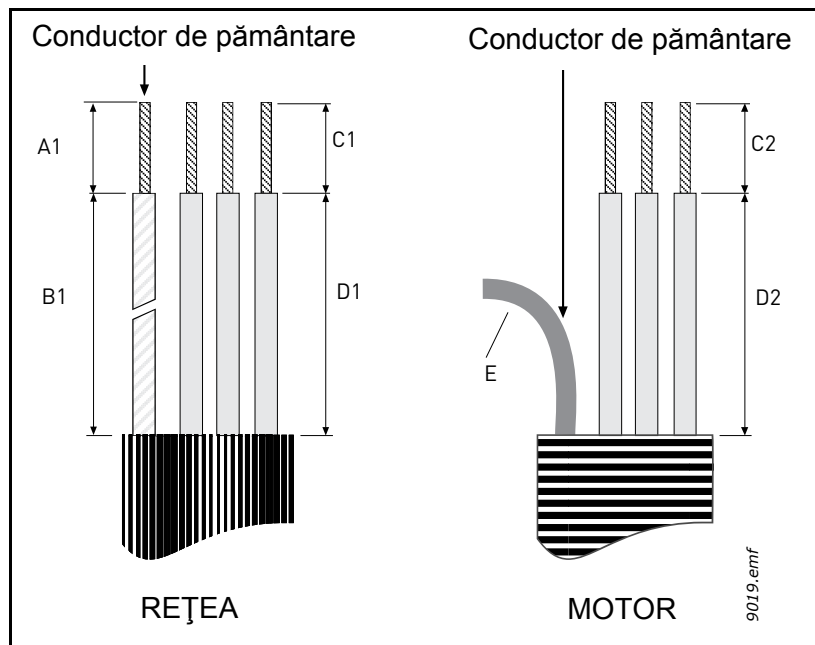
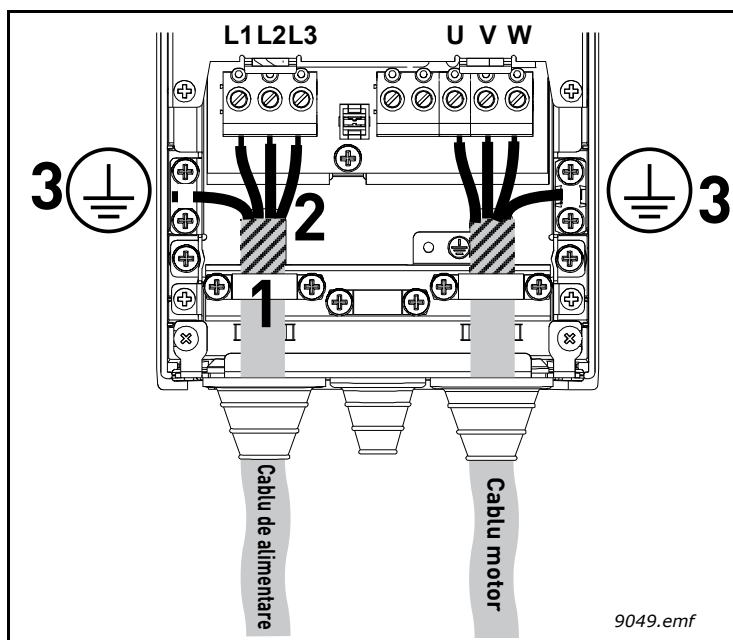

Figura 22. Dezizolarea cablurilor
Figura 29.
**7** Conectați cablurile dezizolate (a se vedea Figura 22 și Tabelul 19), așa cum se arată în Figura 29.
- Îndepărtați stratul de protecție de pe învelișul de ecranare pentru a permite un contact pe 360 de grade cu clema de cablu (1).
- Conectați conductorii (de fază) pentru alimentare, cablul de frânare și cablul de motor la bornele aferente (2).
- Răsuciți restul tuturor învelișurilor de ecranare ale celor trei cabluri în bucle și efectuați o legătură la masă cu ajutorul clemei, așa cum se arată în Figura 29 (3). Efectuați buclele **suficient de lungi** pentru a ajunge și a fi fixate la borne - nu mai lungi.